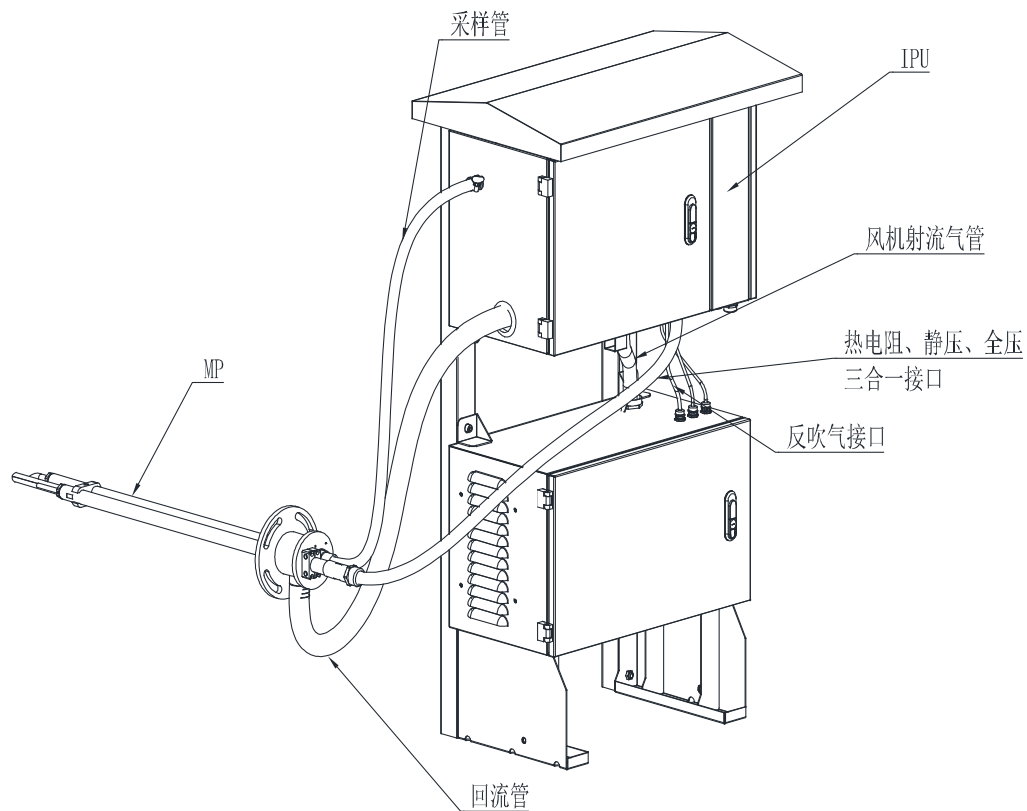

图 6 IPU 连接
- 2) IPU 综合处理单元连接到采样探头上，如图 6。
- 3) 出气管连接：设备的出气口与测量探头的出气口连接如图6。